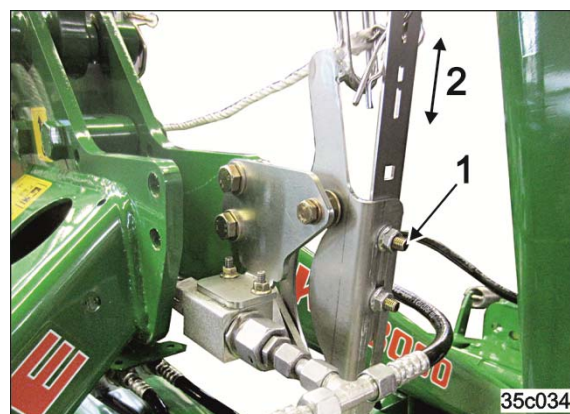

Fig. 140
1. Løsne mutrene (Fig. 140/1).
2. Sett aktiveringskroken i ønsket posisjon (Fig. 140/2), slik at det er mulig å løfte mens drivakselen er i gang.
3. Trekk til mutrene (Fig. 140/1).